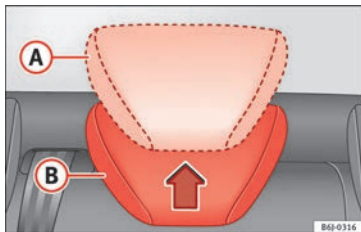

Fig. 78 Ajuste de los apoyacabezas posteriores.
- Posición elevada o de uso (A) »» fig. 78. En esta posición el apoyacabezas se comporta como un apoyacabezas convencional, protegiendo junto con el cinturón de seguridad al ocupante de las plazas posteriores.
- Posición de reposo, no uso (B) »» fig. 78. Esta posición facilita la visibilidad posterior al conductor.